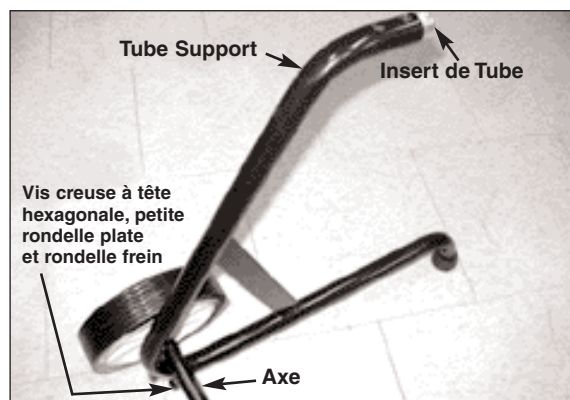

Fig. 4
3. Positionnez l'ensemble d'axe à l'intérieur du tube support ainsi qu'illustré dans la Fig.4, en alignant l'orifice de l'axe avec l'orifice dans le support. Placez une rondelle frein et une petite rondelle plate sur la vis creuse à tête hexagonale, puis guidez-les à travers l'orifice du tube support et l'orifice de l'axe. Le rondelle plate doit s'appuyer sur l'axe.